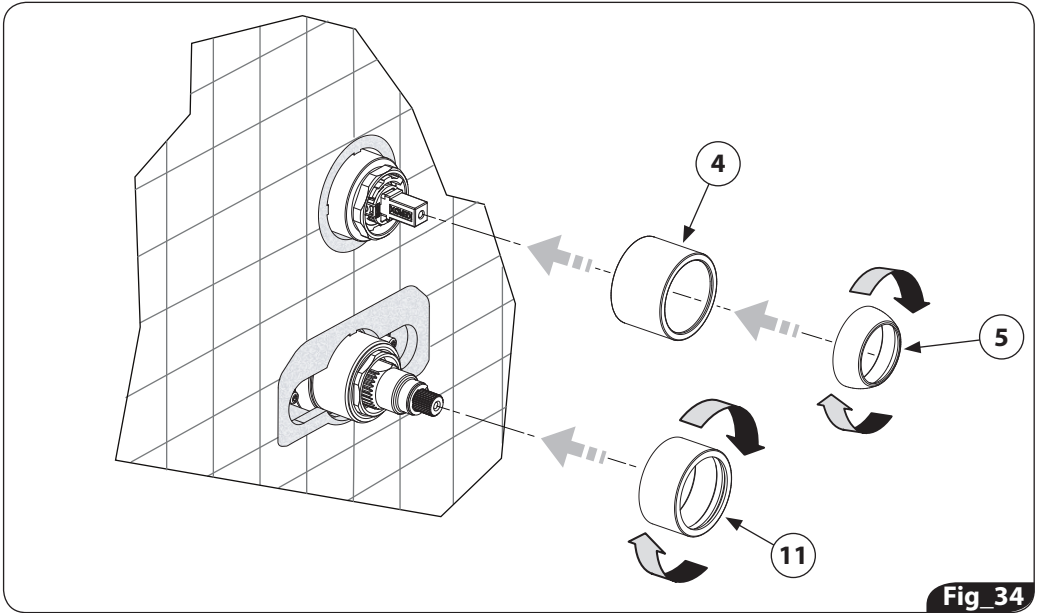

Fig 34
12. Montare il canotto (4), avvitare la ghiera di copertura (5) ed il canotto (11). (fig. 34)
12. Assemble the bush (4), screw the ring (5) and the bush (11). (Fig. 34)
12. Die Buchse (4) einbauen, den Ring (5) und die Buchse (11) schrauben. (Abb. 34)